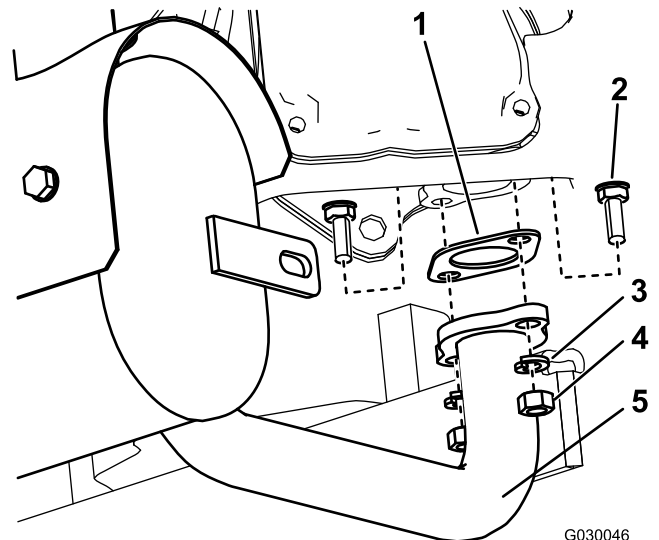

Figura 3
3. Retire el silenciador (Figura 3).
1. Instale el silenciador nuevo con dos juntas nuevas en el motor usando las tuercas (M8), las arandelas de freno y los pernos (M8) que retiró del silenciador antiguo (ver Figura 3).